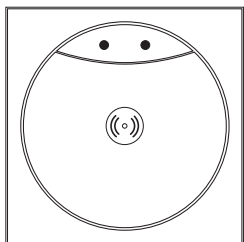

Abb. 1
- Lesemodul mit Rückwandabdeckung und Schrauben (Abb. 1)